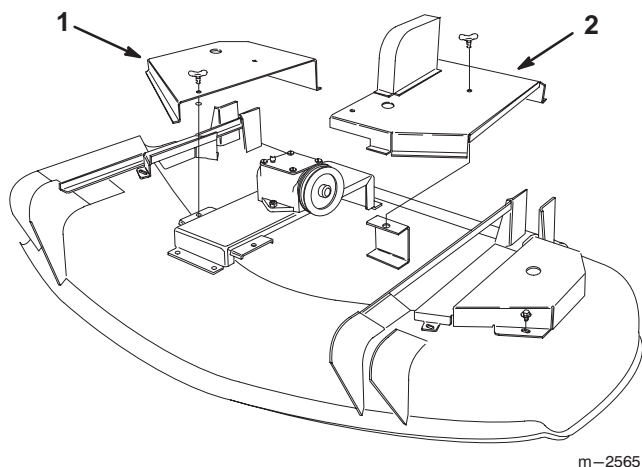

Figure 23
1. Dévissez de 1/4 de tour les goujons à oreilles de fixation des carters intérieurs gauche et droit du plateau de coupe, puis déposez les carters (Fig. 23).
6. Reposez les deux carters intérieurs du plateau central, puis vissez les goujons à oreilles de 1/4 de tour pour fixer les carters au plateau (Fig. 23).